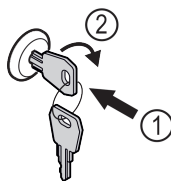

Fig. 160
- ▶ Klíč zasuňte dovnitř Fig. 160 (1).
- ▶ Otáčejte klíčem o 90° ve směru hodinových ručiček Fig. 160 (2).